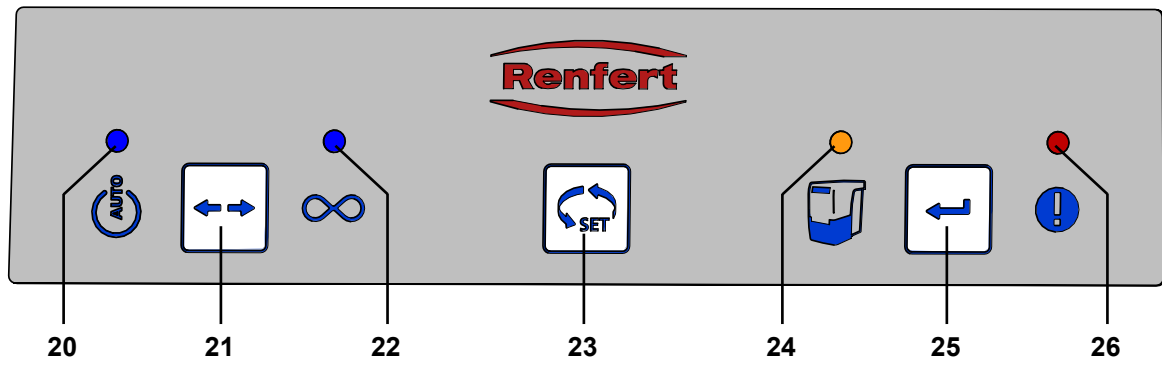

Fig. 1 / 2
Für Hinweise auf Bedienelemente siehe Fig. 1 und Fig. 2 auf Seite 2 dieses Dokuments.
**i** For information on operating elements, see Fig. 1 and Fig. 2 on page 2 of this document.
**i** Pour les renseignements sur les éléments de commande, voir Fig. 1 et Fig. 2 à la page 2 de ce document.
**i** Per informazioni sugli elementi di comando, vedere Fig. 1 e Fig. 2 a pagina 2 del presente documento.
**i** Para mayor información sobre los elementos de mando, véase Fig. 1 y Fig. 2 de la página 2 de este documento.
Para informações sobre os elementos de comando ver Fig. 1 e Fig. 2 na página 2 desse documento.
**i** Информация об элементах управления, см. рис. 1 и рис. 2 на странице 2 данного документа.